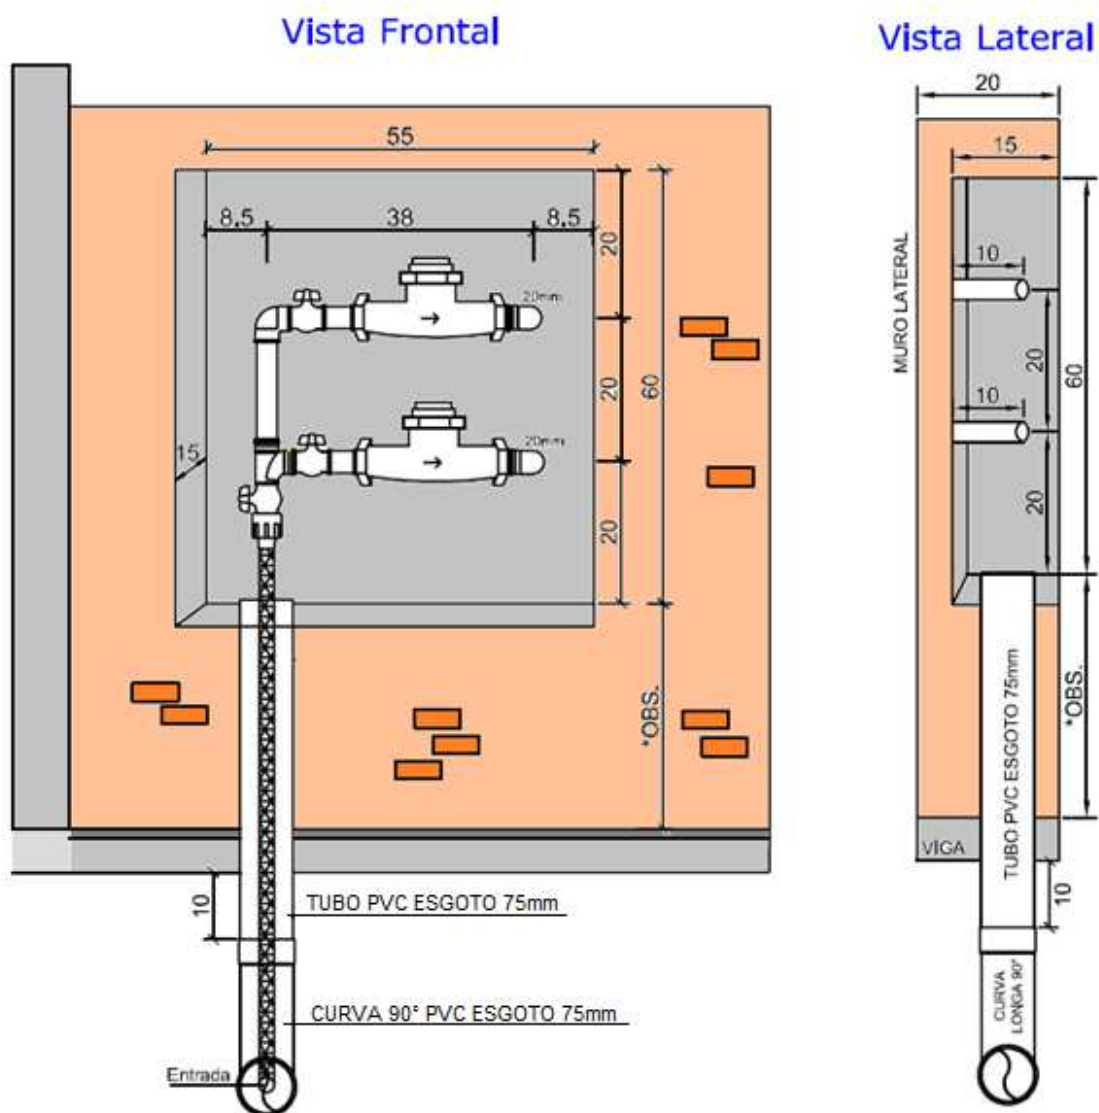

Figura 1: Padrão para 02 ligações – Modelo 1.
- I. Modelo 1:** abertura no muro com dimensões de 60 cm de altura, 55 cm de largura e 15 cm de profundidade, para instalação dos hidrômetros de maneira sobreposta. Hidrômetros instalados com saída para trás (Figura 1).